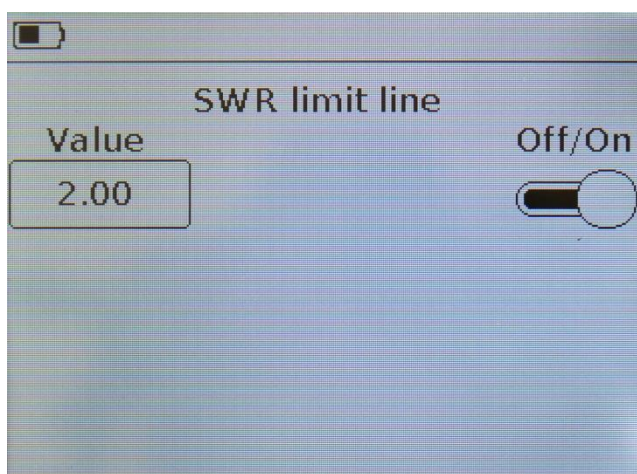

Рисунок 9.16 – Включение отображения линии КСВ на графиках Smh, Pol и SWR
- Войдите в меню **Plots** как указано в п. 9.3. и, нажав на поле с обозначением графика **Smh**, **Pol** или **SWR** перейдите в меню настройки и отображения пороговой линии КСВ (Рисунок 9.16).
- В режиме просмотра графиков **Smh**, **Pol** или **SWR** нажмите и удерживайте около двух секунд кнопку (14) «PLOT» и перейдите в меню настройки и отображения пороговой линии КСВ (Рисунок 9.16).
9.8.3. Выключение и включение отображения линии КСВ на графиках, производится перемещением слайдера в положение **Off/On** (Рисунок 9.16).